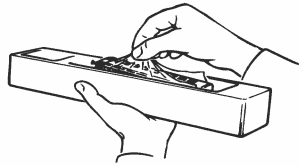

Fig. 3
1. Reinigung der Radstromkontakte: Radstromkontakte können auf unsauberen Schienen leicht verschmutzen. Bitte **entfernen Sie vorsichtig** mit einem kleinen Pinsel **den Schmutz** an den in Fig. 10 gekennzeichneten Stellen. Dazu zuerst das Lokgehäuse abnehmen (Fig. 3).
2. Schmierung: Versehen Sie die im Schmierplan in Fig. 7 gekennzeichneten Stellen mit nur **kleinen Öltropfen**. Dazu zuerst das Lokgehäuse abnehmen (Fig. 3). Wir empfehlen den **ROCO-Öler** Art. Nr. **10906**. Zur Schmierung der Getriebeteile (Zahnräder, Schnecke Fig. 6) empfehlen wir das **ROCO-Spezialfett 10905**. Im Falle der Schmierung diese Teile bitte nicht ölen.
4. Kohlebürstenwechsel: Lokgehäuse abnehmen (Fig. 3). Danach wird der **Motor ausgebaut** und die **Kohlebürsten ausgewechselt** (Fig. 8).
2. Graissage: N'appliquez **qu'une tout petite goutte** aux endroits indiqués par le plan de graissage (fig. 7) après avoir démonté le couvercle du carter des engrenages (fig. 3). Nous vous recommandons le **graisseur à huile ROCO réf. 10906**. Pour graisser les engrenages (roues dentées, vis sans fin - fig. 6) nous vous conseillons la **graisse spéciale Roco ref. 10905** pour engrenages en matières synthétiques. Lorsque vous utilisez cette graisse il faut éviter d'huiler ces composants.
4. Remplacement des balais du moteur: Démontez la caisse (voir fig 3). Démontez ensuite le moteur et échangez le balais (fig. 8).
i contatti delle ruote si sporcano facilmente su rotaie non perfettamente pulite. Utilizzate un piccolo pennello per rimuovere lo sporco dai punti indicati nella figura 10. Prima di far questo, rimuovere la carrozzeria (fig. 3).
2. Lubrificazione: Mettere delle piccole gocce d'olio beu punti indicati sullo schema di lubrificazione (fig. 7). A tal fine per prima cosa rimuovere la carrozzeria della locomotiva (fig. 3). Vi consigliamo l'oliatore Roco Art. nr. 10906. Per la lubrificazione delle parti del meccanismo (ruote dentate, vite senza fine, figura 6) consigliamo il grasso speciale Roco 10905. In caso si lubrificazione si prega di non oliare queste parti.
Rimuovere la carrozzeria della locomotiva (fig. 3). Dopodiché smontare il motore e sostituire le spazzole di carbone (fig. 8).